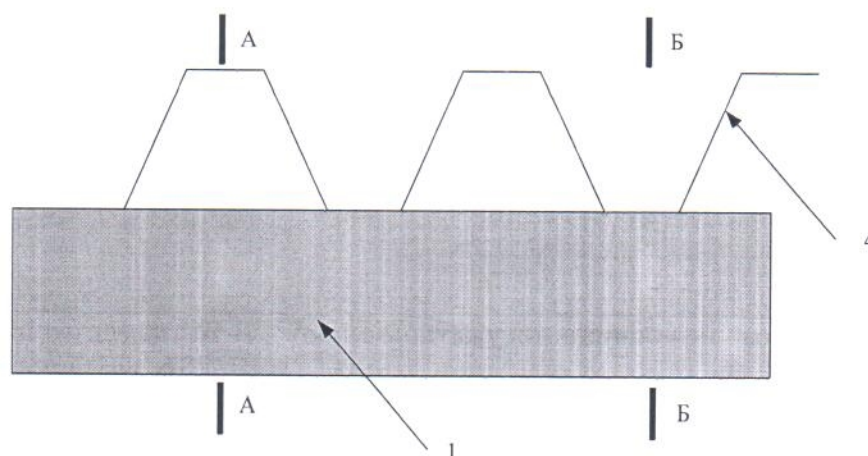
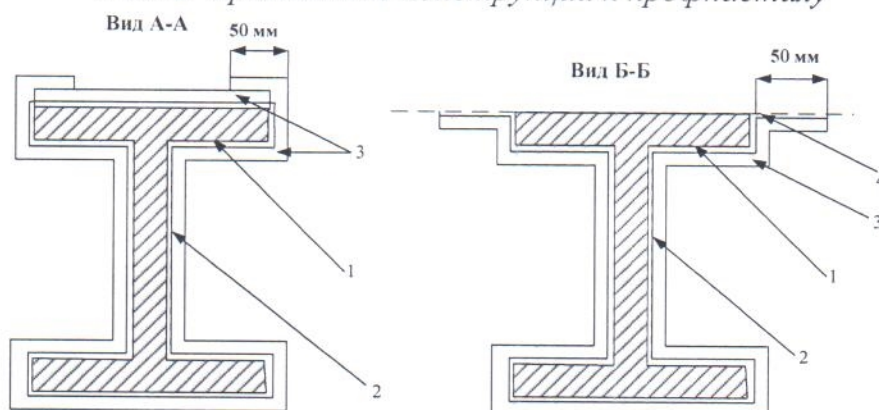

Рис. 4. Примыкание конструкции к профнастилу
Рис. 5 Схема монтажа комбинированного покрытия при прилегании металлоконструкции к профнастилу
3.3.10 В случае примыкания защищаемой конструкции к профнастилу в направлении указанным на рис.4. Монтаж происходит двумя способами – вид А-А и вид Б-Б. Схемы монтажа приведены на рис. 5.